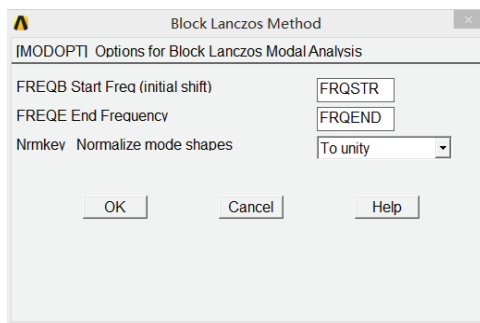

图 4-32 Block Lanczos Method 对话框
3) 单击 OK 按钮, 出现 Block Lanczos Method 对话框, 在 FREQB Start Freq (initial shift) 输入栏中输入 FRQSTR, 在 FREQE End Frequency 输入栏中输入 FRQEND, 在 Nrmkey Normalize mode shapes 下拉菜单中选择 To unity, 如图 4-32 所示。单击 OK 按钮关闭该对话框。